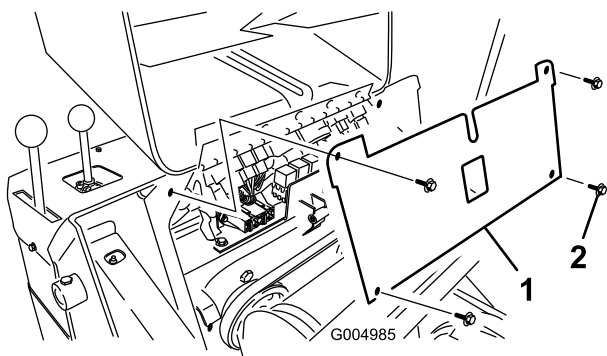

Рисунок 42
- Отвинтите 4 винта, которые крепят панель предохранителей, затем снимите панель, потянув ее на себя и вверх (Рисунок 42).